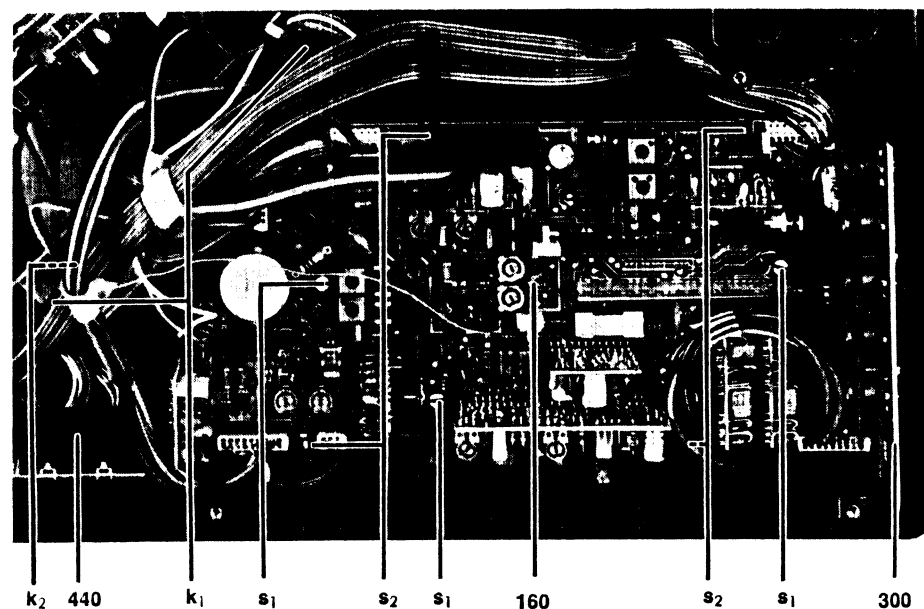

Abb. 10 Chassisplatte
- 21. Chassisplatte 160 und Buchsenbaustein 300 [Abb. 10]**
- 25. Riemen [Abb. 10]**